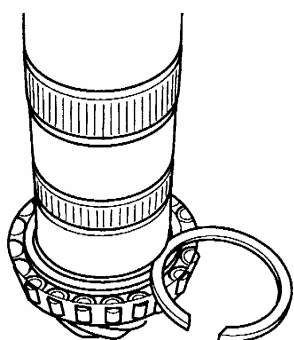

图 12-101 确定卡簧厚度
(14) 确定卡簧的厚度时，测定和放置（图 12-101）最厚的并且刚好可嵌入的即可。